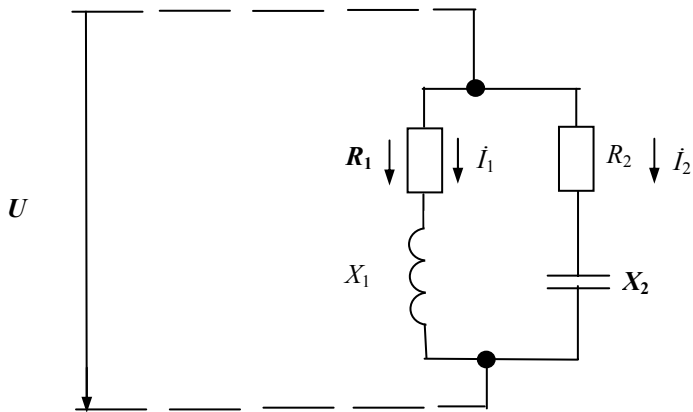

Рис. 2.23
2.2.8. В электрической цепи (рис. 2.23) требуется путем выбора реактивного сопротивления  $X_2$  сделать так, чтобы ток  $\dot{I}_2$  опережал по фазе ток  $\dot{I}_1$  на  $90^\circ$ . Определить величину  $X_2$ , если  $R_1 = 10$  кОм,  $R_2 = 15$  кОм,  $X_1 = 1,5$  кОм.